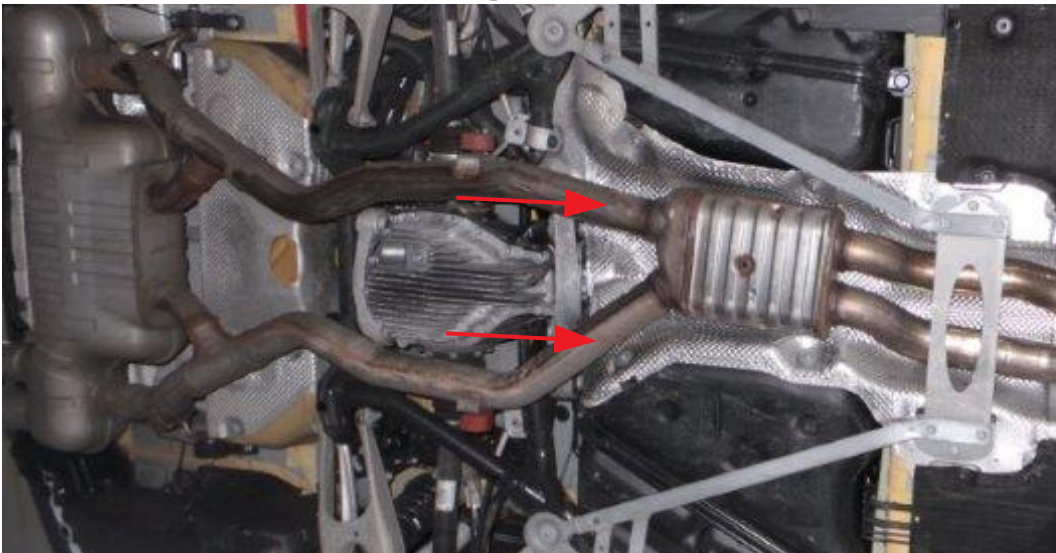

Abb. 3: Trennstelle zu Original
1. Zum Montieren der Capristo -TÜV- Anlage muss die original Abgasanlage demontiert und anschließend geschnitten werden. s.Abb. 3